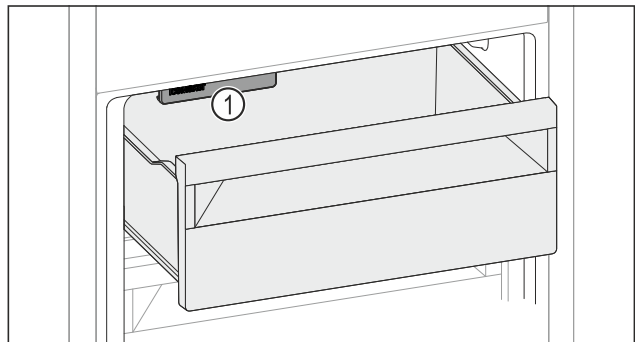

Fig. 46
- ▶ Учитывайте IceMaker Fig. 46 (1).